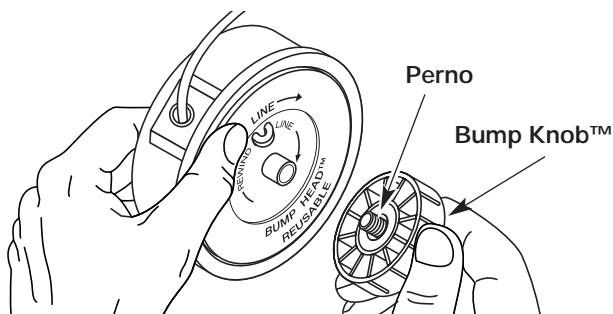

Fig. 27
1. Sostenga la bobina exterior con una mano y desenrosque la Bump Knob™ en sentido antihorario (Fig. 27). Inspeccione el perno de adentro de la perilla percusiva para verificar que se mueva con libertad. Cambie la perilla percusiva si está dañada.
2. Saque el carrete interior de la bobina exterior (Fig. 27).
3. Saque el resorte del carrete interior (Fig. 27).
1. Sostenga la bobina exterior con una mano y desenrosque la perilla percusiva en sentido antihorario (Fig. 27). Inspeccione el perno dentro del botón de tope para verificar que se mueva con libertad. Cambie el botón de tope si está dañado.
2. Saque el carrete interior viejo de la bobina exterior (Fig. 27).
3. Saque el resorte del carrete interior viejo (Fig. 27).